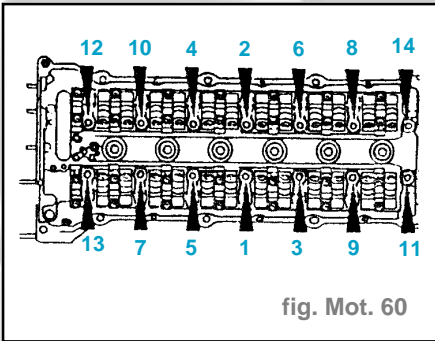

fig. Mot. 60
- Mettre la culasse en place et la fixer avec des vis neuves (légèrement huilées), serrées en trois passes dans l'ordre de **1** à **14** (fig. Mot. 60).